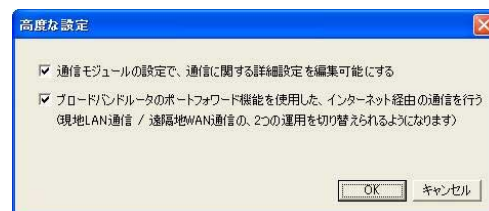

図14. 高度な設定
- (1) Smart Site Utility Proの左上ボタン「MAPエディタ」を押すことにより、MAPエディタの画面に移動します。
- (2) 「MAPエディタ」～「高度な設定」を選択し。図14のようにレ点を入れ、「OK」ボタンを押します。